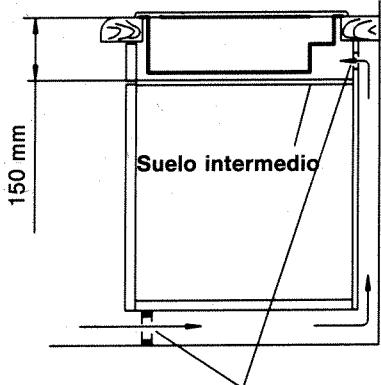

Fig. 10
16. Montaje del suelo intermedio: El aparato coge una parte del aire primario del recinto debajo de la placa de trabajo. Si debajo del aparato va colocado un horno o existe un hueco abierto hacia abajo, es decir sin puerta no siendo necesario un suelo intermedio. En caso de un armario inferior con puerta existe el peligro durante el proceso de abrir y cerrar la puerta que se apague las llamas de graduación baja. Por ello debe existir un suelo intermedio bien hermetizado y extraible hacia abajo (fig. 10). La
distancia entre el canto superior de la placa de trabajo y canto superior del suelo intermedio, debe ser de 150 mm. El espacio por encima del suelo intermedio debe disponer desde el lado posterior una entrada de aire de como mínimo 100 cm². El espacio en la parte posterior de la pared de ajuste debe estar ventilado según la fig. 10.